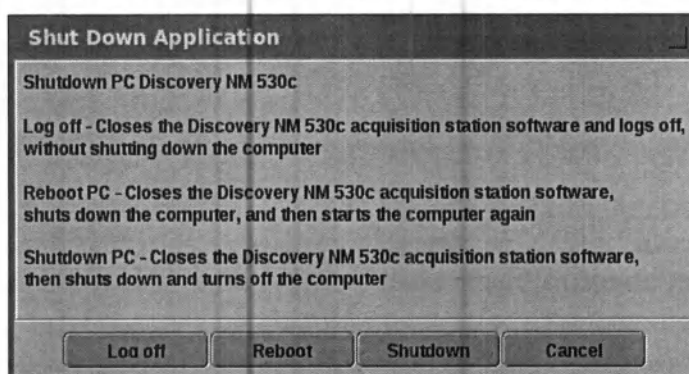

Рис. 3-1: Диалоговое окно закрытия приложения
2. В диалоговом окне **Shut Down Application** (Закрытие приложения) (см. Рис. 3-1: Диалоговое окно закрытия приложения) нажмите кнопку [Shutdown] ([Завершить работу]). Программа получения изображений закроется, и пульт управления выключится.